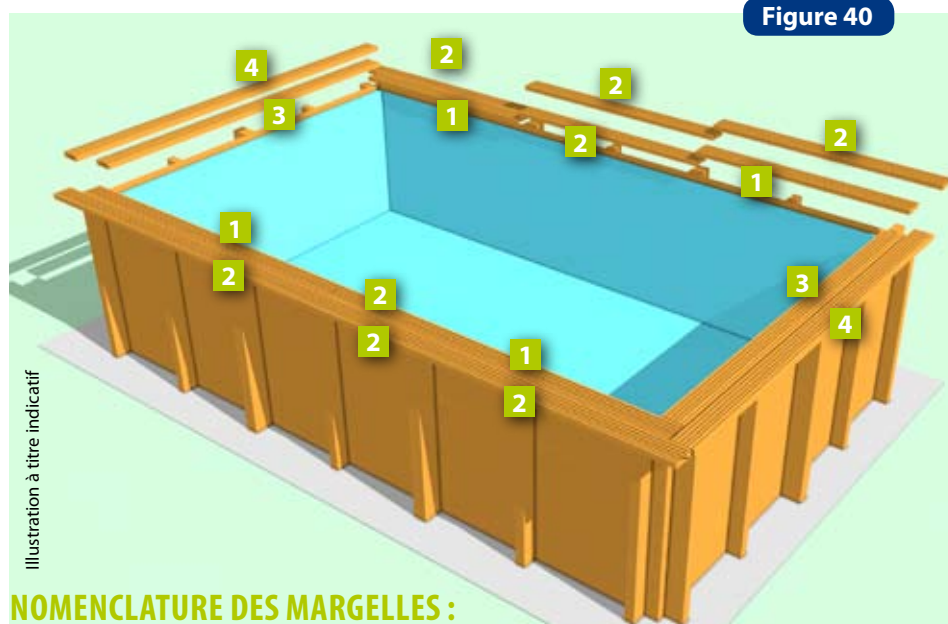

Figure 40
La margelle est composée de 2 lames (une intérieure, une extérieure) à répartir selon la figure 40.
- Avant de fixer la margelle, procédez à un positionnement de toutes les lames à blanc (sans les visser) afin de répartir uniformément les jeux (figure 40).